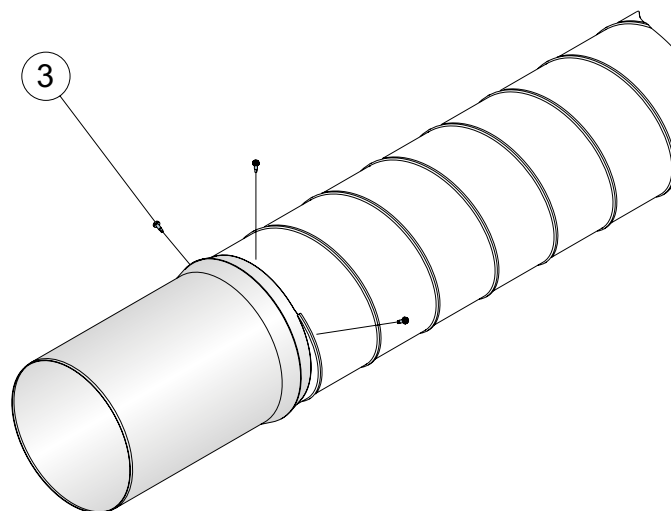

Fig. 2.20
- 2) Bloccare con viti autoforanti (3) superiormente e lateralmente come indicato in fig. 2.20.